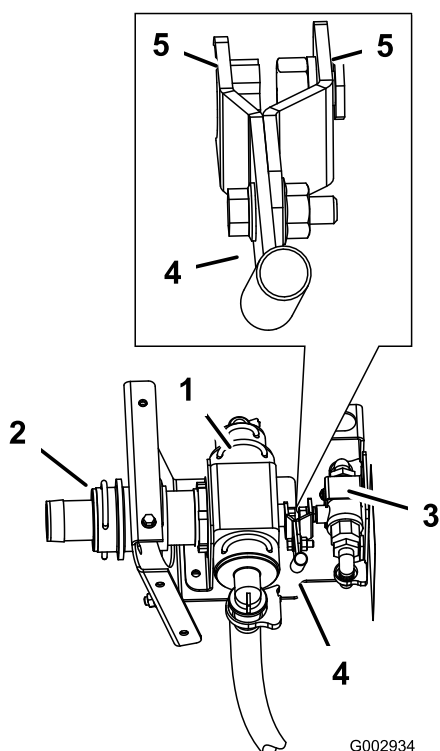

Figura 35
2. Ligue a extremidade do conjunto da alavanca existente no conjunto da válvula de esfera pequena, ao conjunto da válvula de controlo (Figura 35).